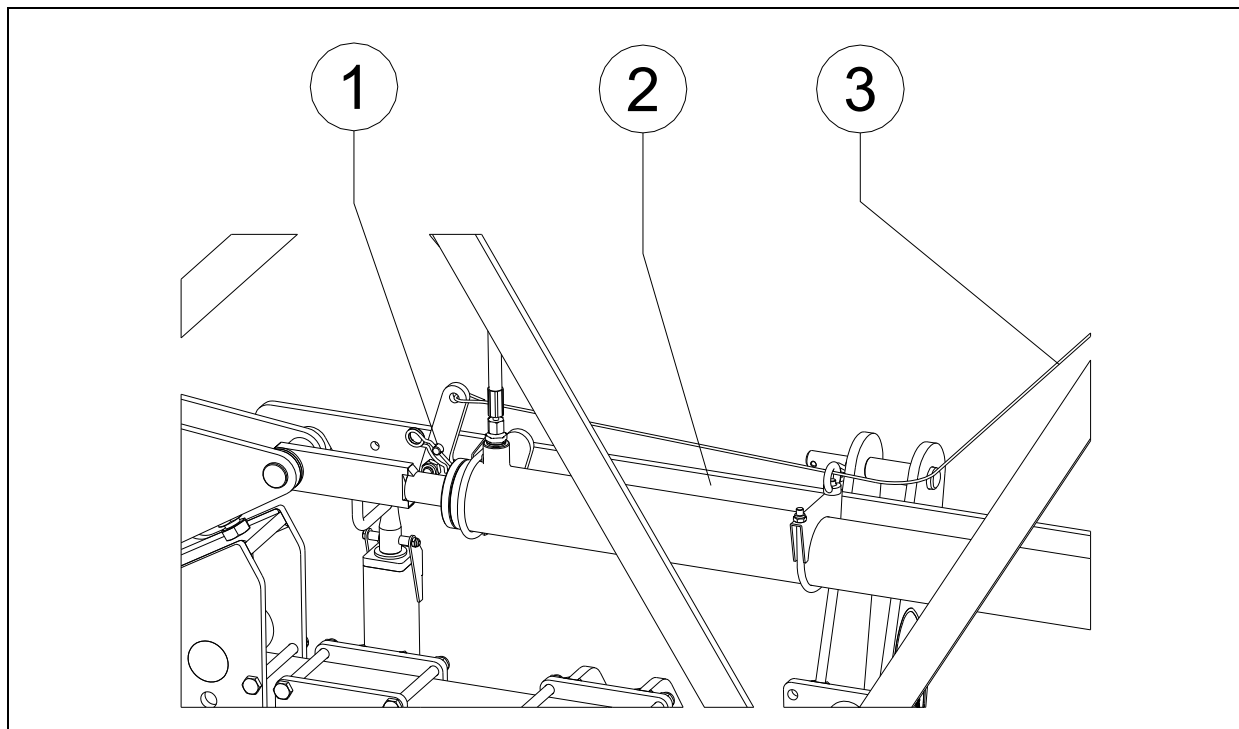

Fig. 10
Fold altid maskinen før transport! Brug låsemekanismen 2 sikret med låsestiften 1. (se fig. 10)
5. Lås låsesystemet 2 op ved at trække i rebet 3 (se fig. 10)
4. Vær sikker på, at armenes låsemekanisme er sikret med stift 1 (se fig.10)